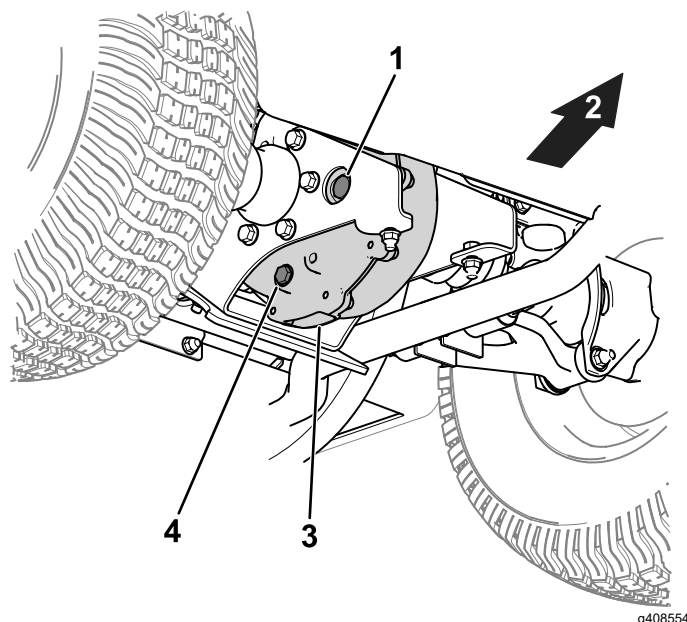

図 43
1. トランスアクスルについている補給プラグを外す 図 43。
2. オイルの量が少ない場合は、補給プラグを取り、穴からあふれ出てくるまで所定のオイルを補給する 図 43。
1. ドレンプラグの下にオイルを受ける容器をおく 図 43。
2. 補給プラグを抜く 図 43。
3. ドレンプラグ 図 43 を外して内部のオイルを全部排出する。